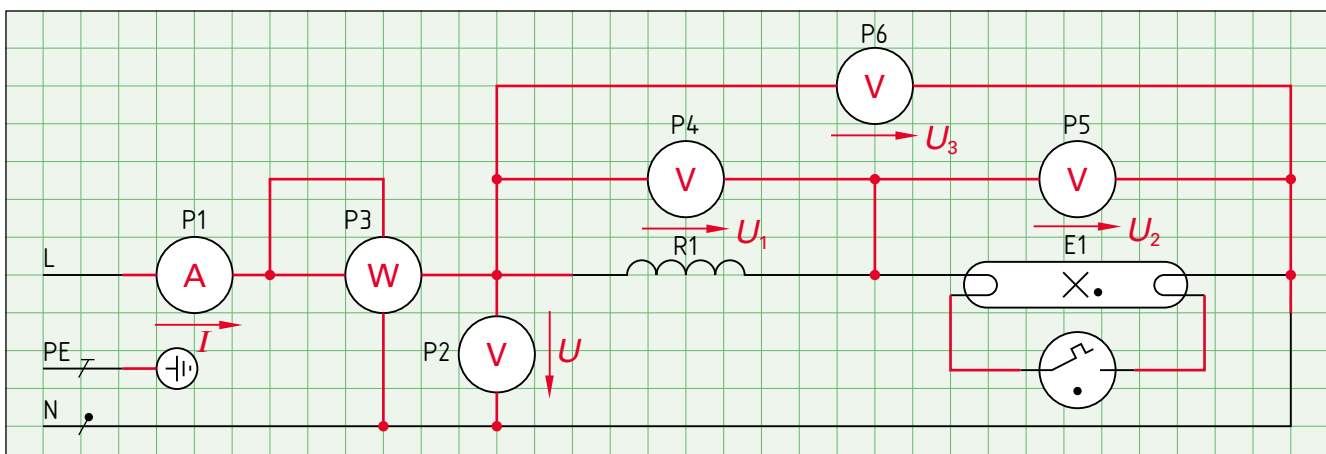

Bild 4: Schaltplan mit Messinstrumenten
1. a) Zeichnen Sie im Schaltplan der Leuchtstofflampen-Schaltung (ohne Kondensator) (**Bild 4**) einen Leistungsmesser ein, um die Wirkleistung P der Leuchte direkt messen zu können, sowie einen Spannungs- und einen Strommesser, um die Betriebsspannung U und den Strom I zu messen.
2. a) Ergänzen Sie den Schaltplan (**Bild 4**), um die Teilspannungen U_1 am Vorschaltsgerät (R1), U_2 an der Leuchtstofflampe (E1), sowie U_3 über beide Bauelemente (R1 und E1) messen zu können.